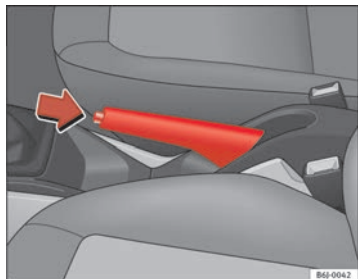

Fig. 106 Freno de mano entre los asientos delanteros
- Tire con fuerza de la palanca del freno de mano hacia arriba ⇒ fig. 106.
- Tire ligeramente de la palanca hacia arriba, presione el botón de desbloqueo en la dirección de la flecha ⇒ fig. 106 y baje completamente la palanca ⇒ ⚠.